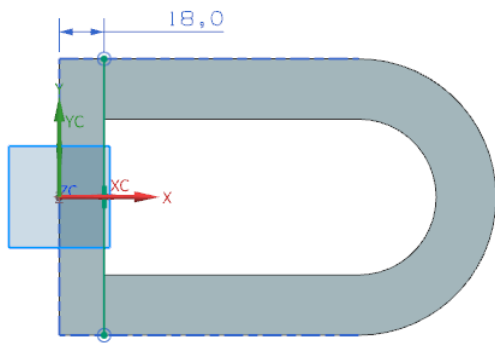

图 5-15 绘制轮廓草图
(3) 绘制如图 5-15 所示的轮廓。单击“完成”图标, 草图绘制完毕。